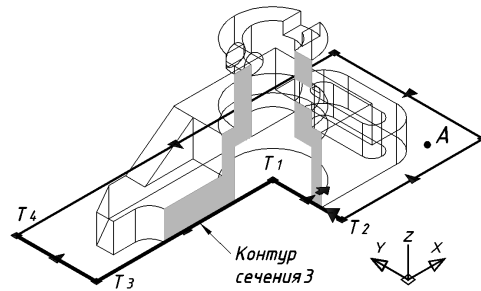

Рис. 51
- ◆ Определяем секущую плоскость для создания соединения вида с разрезом. Постройте вспомогательный контур (рис. 51), определяющий линию сечения (режим ОРТО включен).